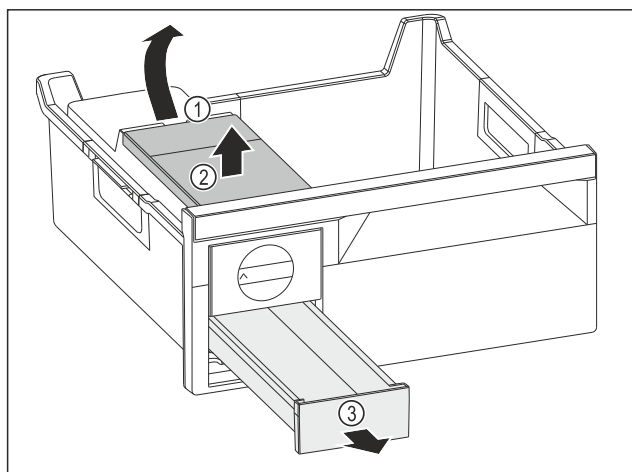

Fig. 73
- ▶ Wymowienie zbiornika wody: Zbiornik wody unieść za wycięcia Fig. 73 (1).
- ▶ Wyjąć zbiornik wody Fig. 73 (2) do góry.
- ▶ Wyjąć szufladę na kostki lodu Fig. 73 (3) do przodu.